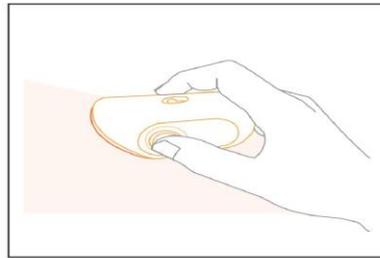

Рисунок 11 – Плотное
- Плотно прижмите сенсор к очищенному и высушенному участку кожи (рисунок 11).